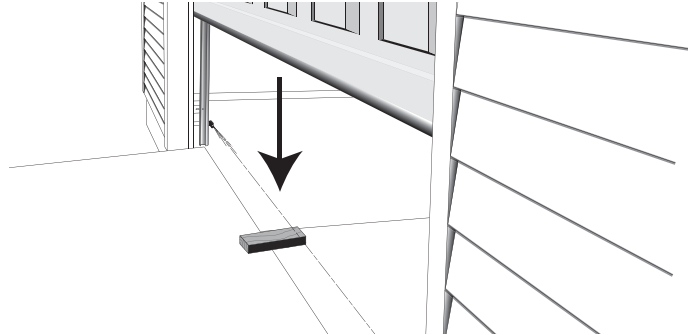

FIG. 6-2 2 x 4 sous le centre de l'ouverture de la porte
- Placez une planche 2 "x 4" (à plat) sous le **centre de l'ouverture de la porte de garage (Fig. 6-2)**.